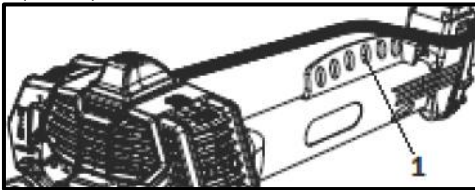

Рис. 19
- Якщо кушорізі нахилиється вперед чи назад, перечепіть карабін в інший кріпильний отвір (1) (Рис. 19).